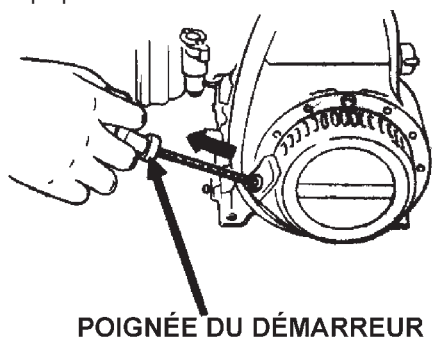

Figure 13. Poignée du démarreur
- Saisissez la poignée du démarreur (Figure 13) et tirez-le lentement vers l'extérieur. La résistance devient la plus dure à une certaine position, correspondant au point de compression. Tirez sur la poignée du démarreur vivement et sans à-coups pour démarrer.